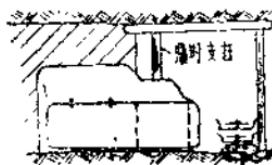

图 16
(4) 用横板梁插入煤壁200~300毫米，并在机道上打好临时支架(图16)，或者采用长托梁三个柱腿倒换支上。